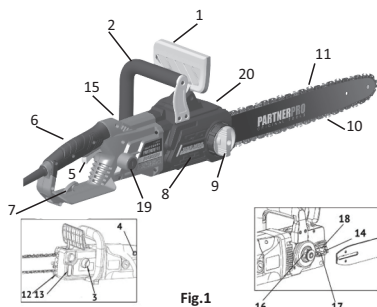

Fig.1
Corpul de lucru al ferăstrăului este o unitate de ferăstrău, constând dintr-un lanț de ferăstrău fără sfârșit (închis) (Fig. 1, poz. 11) care rulează de-a lungul unei șine de ghidare (Fig. 1, poz. 10).
1.3 Punerea în funcțiune a ferăstrăului se realizează prin apăsarea tastei de comutare (Fig. 1, poz. 5). Comutatorul are o blocare împotriva pornirii accidentale. Prin apăsarea butonului (Fig. 1, poz. 2, stânga pe mânerul din spate), cheia comutatorului se deblochează. După apăsarea tastei comutatorului (Fig. 1, poz. 5), pinionul de antrenare pune în mișcare lanțul ferăstrăului. Cheia eliberată și butonul de blocare revin la poziția inițială - <off>.
O vedere generală a ferăstrăului este prezentată în Figura 1, constând din 2 jumătăți, fixate cu șuruburi, există: o cheie de comutare (Fig. 1, poz. 5) și un buton de blocare (Fig. 1, poz. 4). Cutia de viteză, frâna de lanț și sistemul de lubrifiere sunt amplasate în carcasa cutiei de viteză (Fig. 1, poz. 20), cuplul de la armătura motorului electric este transmis de o pereche de roți dințate conice la axul ferăstrăului. Un asterisc este montat pe axul, care transformă mișcarea de rotație a axului în mișcare liniară a lanțului de-a lungul șinei de ghidare.
Capacul anvelopei este atașat la jumătatea dreaptă a carcasei cutiei de viteză (Fig. 1, poz. 8). Anvelopa cu lanț și capacul anvelopei se montează pe un știft (Fig. 1, poz. 18) și se fixează cu o piuliță (Fig. 1, poz. 9).
Pe jumătatea stângă a carcasei cutiei de viteză sunt amplasate: un capac al rezervorului de ulei (Fig. 1, poz. 3) și o fereastră de control al nivelului de ulei (Fig. 1, poz. 13).
- după desurubarea piuliței de fixare (Fig. 1, poz. 9), scoateți capacul anvelopei (Fig. 1, poz. 8);
- prin rotirea șurubului (Fig. 1, poz. 14) în sens invers acelor de ceasornic deplasați știftul de tensionare (Fig. 1, poz. 17) în poziția extremă stângă. Montați anvelopa pe știftul de fixare (Fig. 1, poz. 18), în timp ce degetul de tensionare trebuie să intre în orificiul barei de ghidare de instalare;
- puneți lanțul de ferăstrău (Fig. 1, canelura 11) pe pinionul de antrenare (Fig. 1, poz. 16). Așezați partea superioară a lanțului în canelura barei, treceți lanțul între dinții pinionului antrenat capătul din față al barei;
- strângeți ușor lanțul cu șurubul (Fig. 1, poz. 14), rotindu-l în sensul acelor de ceasornic;
- montați capacul anvelopei și strângeți ușor piulița de fixare (Fig. 1, poz. 9).
Tensiunea lanțului se reglează cu un șurub (Fig. 1, poz. 14) cu o piuliță slăbită (Fig. 1, poz. 9)
- desurubăți capacul rezervorului de ulei (fig.1 poz.3);
- umpleți rezervorul cu ulei până în partea de sus a geamului (fig.1 pos.13, asigurați-vă că nu pătrunde murdărie în rezervor);